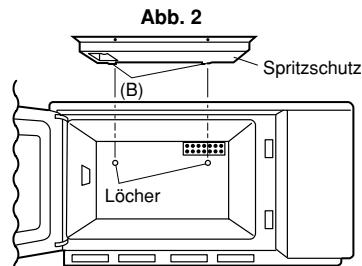

Abb. 2
1. Die beiden Vorsprünge des Spritzschutzes (B) in die Löcher an der hinteren Gerätplatte einsetzen, wie in Abb. 2 gezeigt.